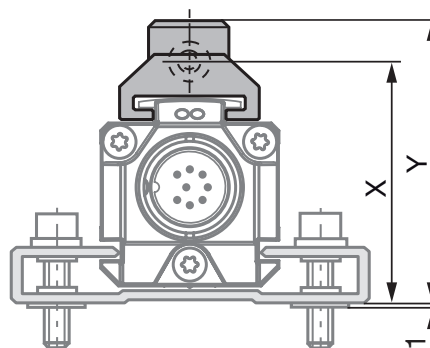
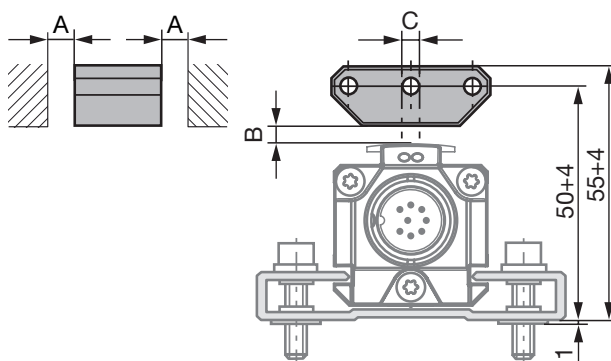
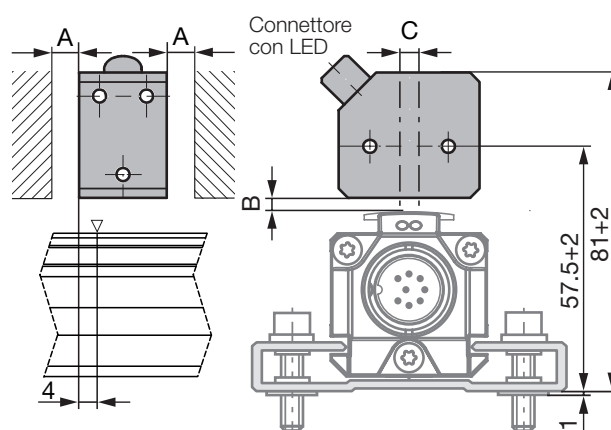

Fig. 4-3: Dimensioni e distanze con il datore di posizione BTL5-M/N-2814-1S
Fig. 4-4: Dimensioni e distanze con il datore di posizione BTL5-P-3800-2
Fig. 4-8: Dimensioni e distanze con il datore di posizione BTL5-P-4500-1 con generazione elettrica del campo magnetico (24 V/100 mA)
i Il BTL in corpo profilato è idoneo sia per datori di posizione liberi, cioè operanti senza contatto (vedere dalla Fig. 4-4 fino alla Fig. 4-8) che per datori di posizione guidati (vedere figura Fig. 4-1 e Fig. 4-3).
- La distanza A tra il datore di posizione e i componenti costituiti da materiale magnetizzabile deve essere di almeno 10 mm (vedere dalla Fig. 4-4 alla Fig. 4-8).
- Per la distanza B tra il datore di posizione e il BTL e per lo sfasamento C (vedere dalla Fig. 4-4 alla Fig. 4-8) devono essere rispettati i seguenti valori:
Il campo di misura è spostato di 4 mm in direzione del connettore del BTL (vedere Fig. 4-8).